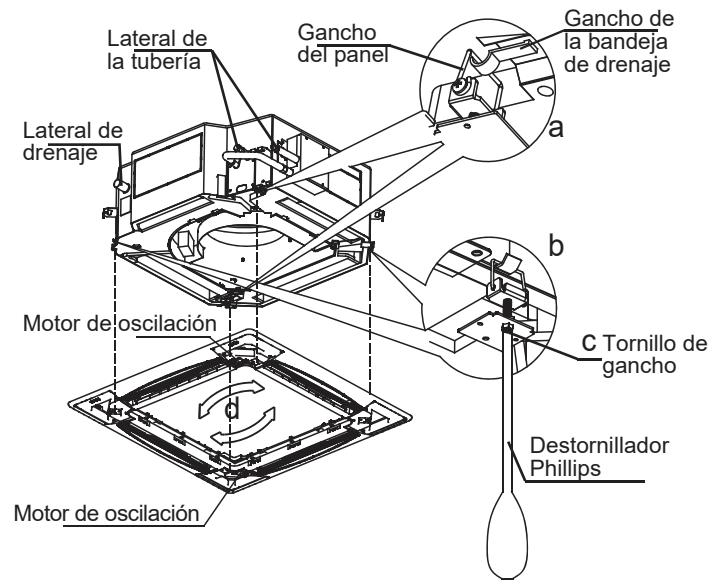

Figura 20
- Durante la instalación, primero cuelgue el lado del motor de oscilación del panel y el gancho en el lado opuesto al panel en el cuerpo de la unidad al gancho correspondiente de la bandeja de drenaje (vea la Figura 20, a). A continuación, cuelgue los dos ganchos restantes del panel en el soporte de suspensión correspondiente del cuerpo de la unidad interior (vea la Figura 20, b).
- Ajuste los cuatro tornillos de gancho del panel (vea la Figura 20, c) para mantener el nivel del panel y levántelo uniformemente hasta el techo.
- Ajuste ligeramente el panel en la dirección "d" (vea la Figura 20, d), de modo que el centro del panel se alinee con el centro de la abertura del techo. Verifique que los ganchos de las cuatro esquinas estén firmemente en su lugar.